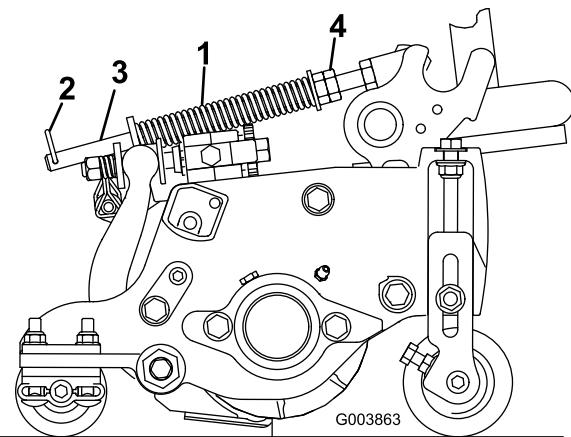

Рисунок 14
2. Затяните шестигранные гайки в передней части штока пружины так, чтобы длина сжатой пружины была равна 12,7 см на Reelmaster 5410 (с 5-дюймовыми режущими блоками), или 15,9 см на Reelmaster 5510 (с 7-дюймовыми режущими блоками); см. Рисунок 14.
Пружина компенсации состояния грунта (Рисунок 14) переносит вес с переднего на задний каток. Это препятствует образованию на грунте волнообразных неровностей (так называемых «волн» или «трясок»).
1. Убедитесь в том, что игольчатый шплинт вставлен в заднее отверстие штока пружины (Рисунок 14).